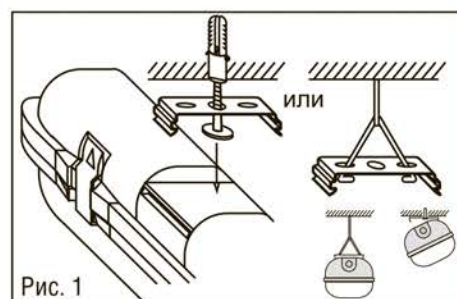

Рис. 1
- Установить на поверхность стены или потолка установочные пластины и защелкнуть в них корпус светильника (Рис. 1).